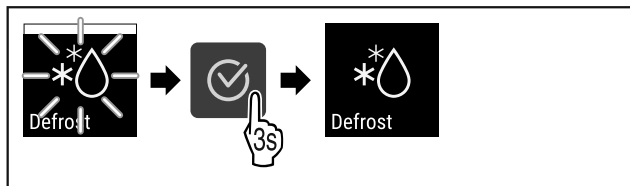

Fig. 86
- Stappen (zie Fig. 86) uitvoeren.